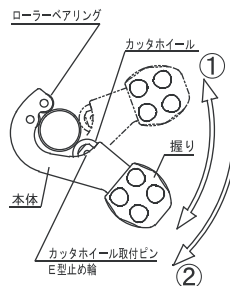

図 1
- ①チューブカッタは、取扱説明書記載の用途以外には使用しないでください。誤った使用をされますと破損やケガの原因となります。
- ②ご使用前には各部の点検をして異常があれば使用を中止し、修理または交換が済むまで使用しないでください。
- ③カッタホイールは管に直角に当て、こじたり、ねじったりしないでください。
- ④各摺動部には時々注油をしてください。
①本体を前後に約 90° 程度の範囲で 2 ~ 3 回往復させたあと、管の周りを一周させ全周に切り込み線をつけます。(図 1)
②その後、握りを徐々に回し(本体 1 回転につき握り 1/4 程度)カッタホイールの切り込みを深くしながら切断を行ってください。